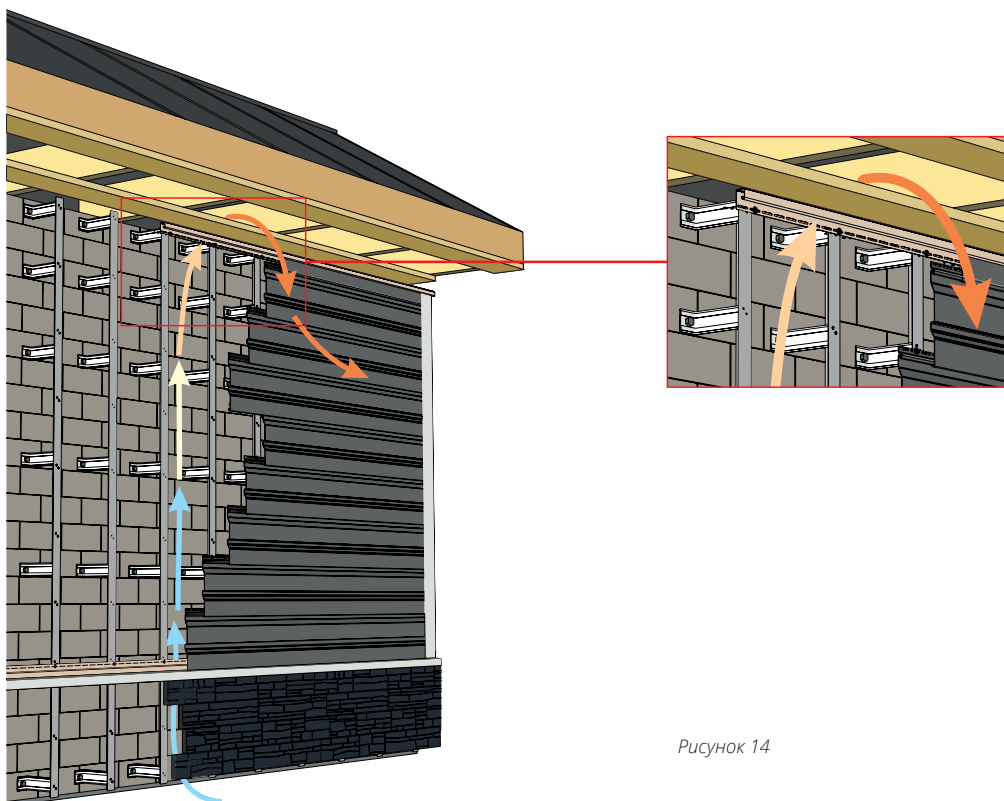

Рисунок 14
- 9.5** Софитная группа не должна перекрывать вентиляционный канал, мешать движению воздуха под сайдингом (рис. 14). Для организации выхода из вентканала используйте вентилируемую подшивку свеса. Например, полностью перфорированный софит или софит Estetic. Шаг обрешетки для софитов по осям должен быть 250-300 мм.